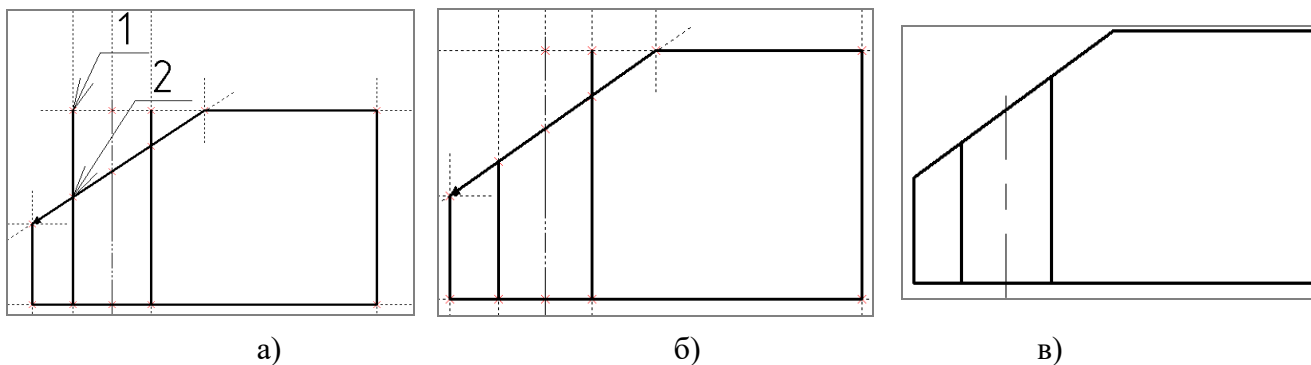

Рисунок 11 – Порядок замены узлов
2.1.7 Постройте узлы на пересечении 2D пути с линиями построения. Порядок выполнения: Вызвать команду (Построить|Узел), выбрать опцию , указать на 2D путь, а потом указать линию построения (рисунок 11а).
2.1.8 Замените узлы выступающих линий изображения на узлы, находящиеся на пересечении 2D пути с вертикальными прямыми. Порядок выполнения: Вызвать команду (Правка|Заменить), выбрать узел (1), указать на узел (2) и нажать на опцию . Результат выполнения команды показан на рисунке 11,б). Выполните аналогичные действия с другими узлами, для изменения параметрических связей чертежа (рисунок 11в).